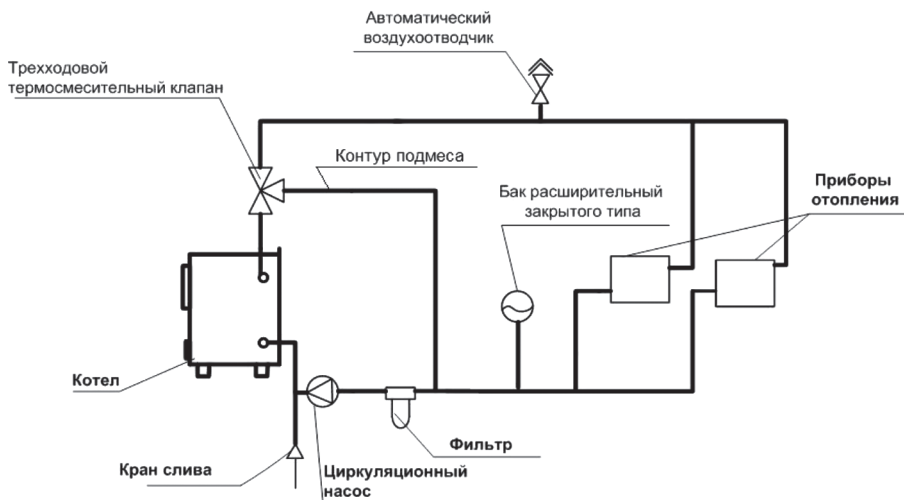

Рис.4 Схема закрытой системы водяного отопления, применяется расширительный бак закрытого типа
5.10. Бак мембранного типа устанавливается для закрытой системы отопления. Объем расширительного бака рассчитывается при проектировании системы отопления. В системе отопления закрытого типа обязательно предусмотреть установку в верхней точке автоматического воздухоотводчика Рис. 4.